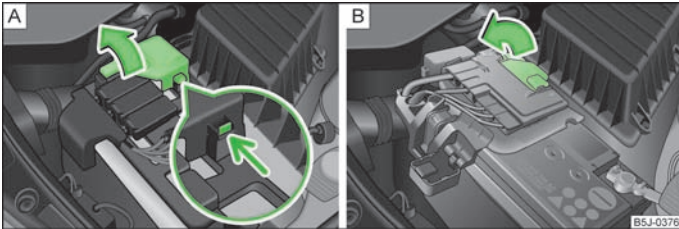

Abb. 120 Fahrzeugbatterie: Abdeckung hochklappen (automatisches Getriebe) / (Schaltgetriebe)
- Die Verrastung an der Pluspol-Seite der Batterie entriegeln » Abb. 120 - .
- Die Abdeckung in Pfeilrichtung hochklappen » Abb. 120 - (automatisches Getriebe) bzw. » Abb. 120 - (Schaltgetriebe).